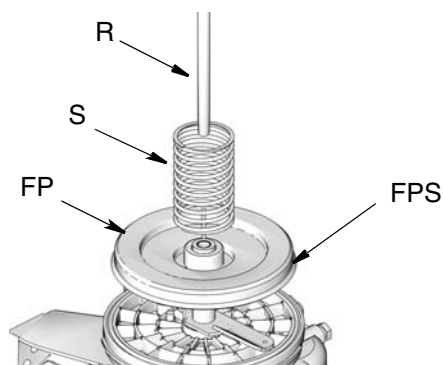

FIG. 4
- a. Verificare che le parti seguenti siano state rimosse dal serbatoio (FIG. 4):
- Molla (S)
- Piastra di inseguimento (FP)
- Biella (R)